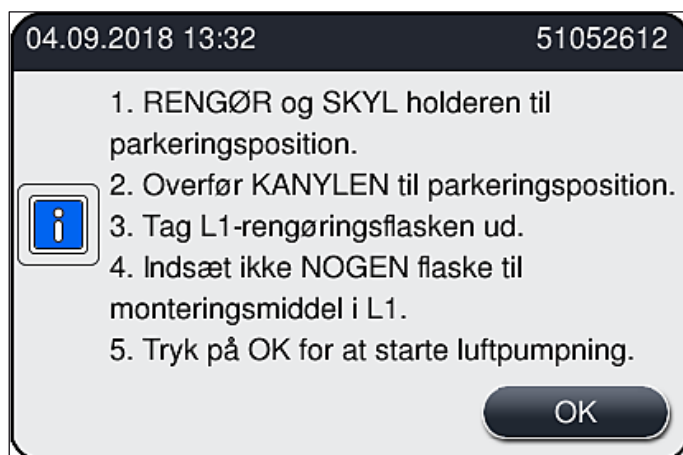

Fig. 105
4. Notér dig den næste meddelelse (→ Fig. 105), som indeholder instruktioner, og bekræft med knappen **Ok**.